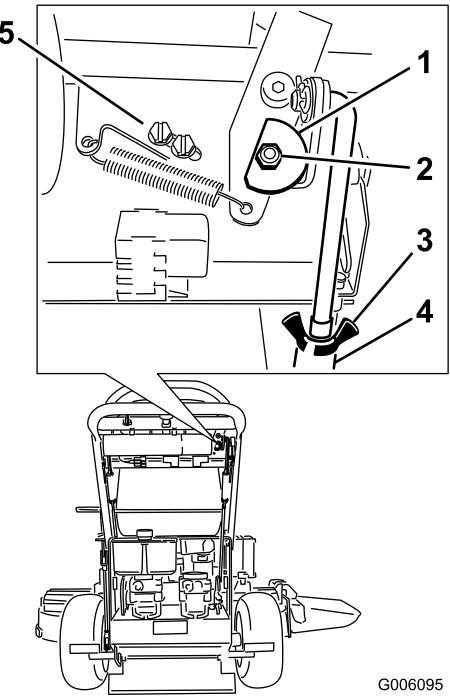

Figure 52
7. Desserrez l'écrou et le boulon de fixation de la came (Figure 52).